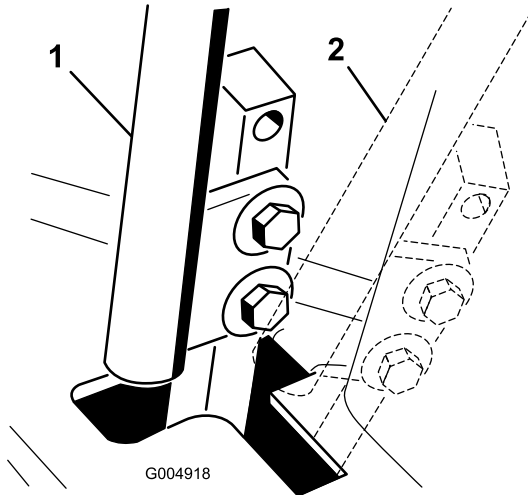

Figura 64
4. Mueva la palanca a la posición de punto muerto, pero **no a la posición de bloqueo** (Figura 64).
- Compruebe la posición de la palanca de control con relación a la muesca de la consola (Figura 64). Debe estar centrada para que la palanca pueda girar hacia fuera a la posición de bloqueo/punto muerto.